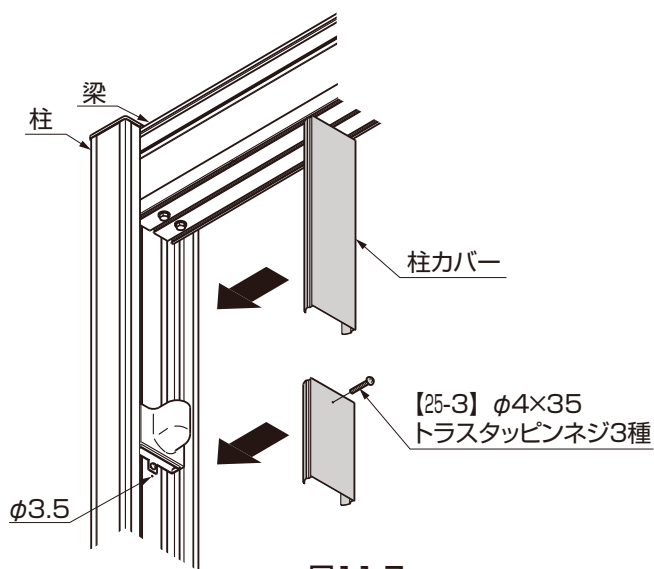

図11-7
⑧柱カバーを【25-3】で取付けてください。（図11-7参照）